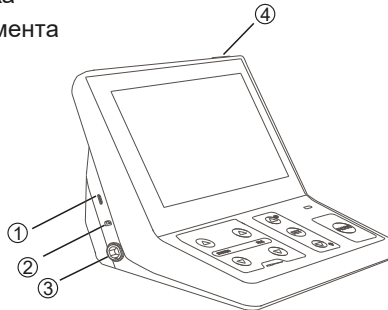

Рис. 1
Знак  $\leftarrow \rightarrow$  на роз'ємі шнура повинен знаходитися навпроти гнізда для робочого інструмента ① (рис.1) зліва. Вставте роз'єм у гніздо до упору.
- Натисніть кнопку живлення ④ (рис. 1) та утримуйте її кілька секунд. На екрані буде відображено останній режим, який був вибраний до вимикання.